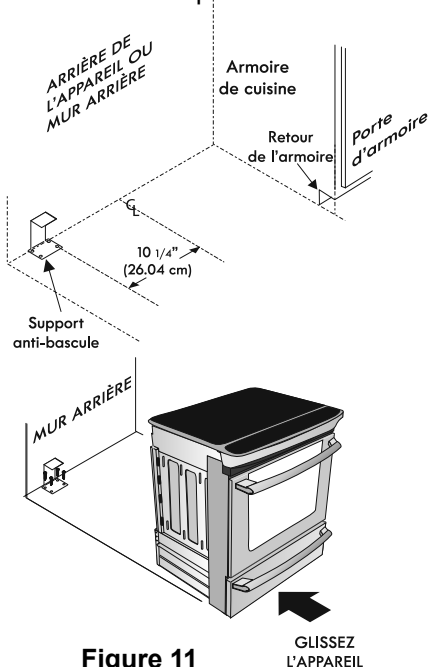

Figure 11
2. Dépliez le gabarit de papier et placez-le à plat sur le plancher, l'avant et les extrémités des côtés exactement sur la ligne préalablement tracée (utilisez le diagramme ci-dessous pour localiser le support anti-basculer si le gabarit de papier n'est pas disponible (Figure 11)).